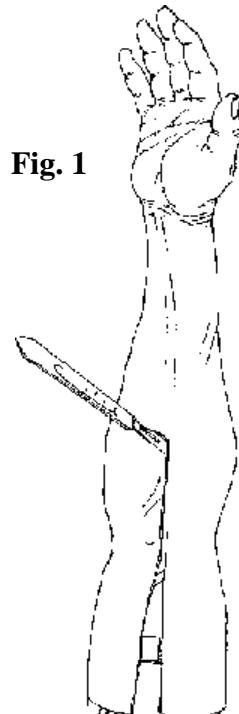

Fig. 1
1. Cut off skin. This can be done with a sharp knife or scalpel. (See Fig. 1)
- a. en cas de remplacement de la peau et des veines, couper la peau en l'enlevant à l'aide d'un couteau pointu ou d'un scalpel (cf. figure 1) puis jeter la peau usagée.